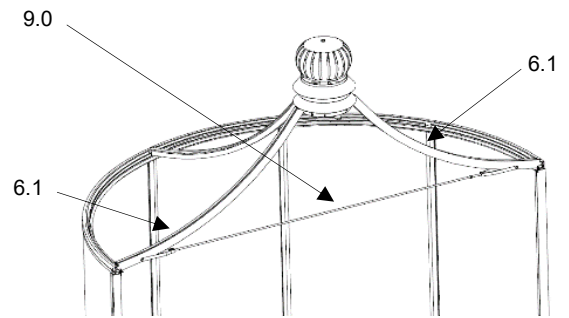

Abb.25
- die Zugstange (9.0) in den Bohrungen der beiden inneren Randsprossen (Dach) links/rechts (6.1) mit je 1x Sechskantschrauben M8x60 und je 2x U-Scheiben mit je 1x Sechskantmutter M8 sichern. (Abb.25)